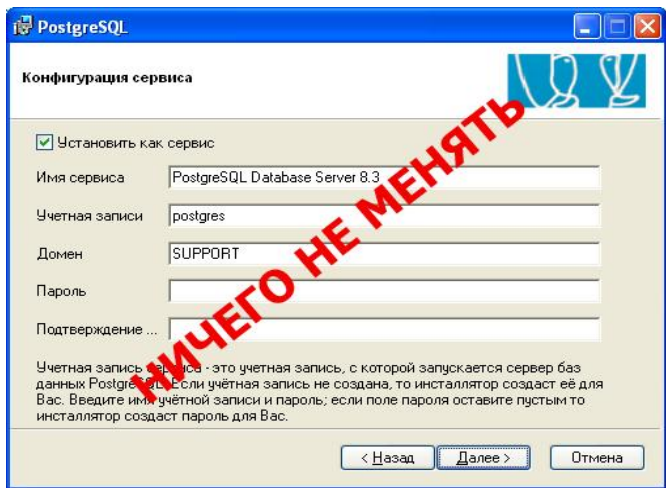

Рис. 4.2.3. Пример конфигурации сервиса
- ü В окне *Конфигурация сервиса* имя домена устанавливается автоматически, менять его не нужно (рис. 4.2.3). Нажмите кнопку *Далее*.